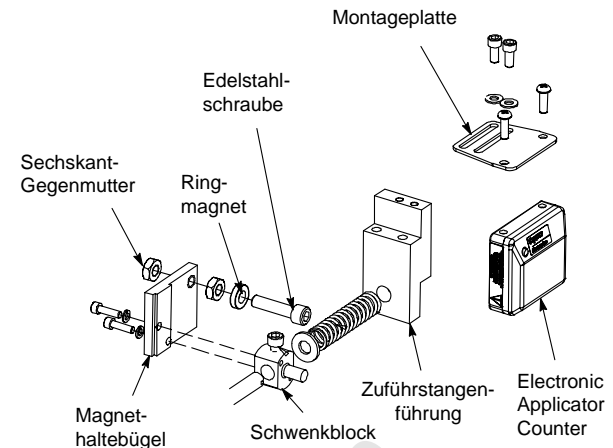

Abb. 13
13. Montieren Sie den Ringmagneten an der Edelstahlschraube und sichern Sie den Magneten mit der Sechskant-Gegenmutter. Siehe Abbildung 13.
15. Befestigen Sie den Magnethaltebügel mit zwei Innensechskantschrauben am Schwenkblock. Siehe Abbildung 13.